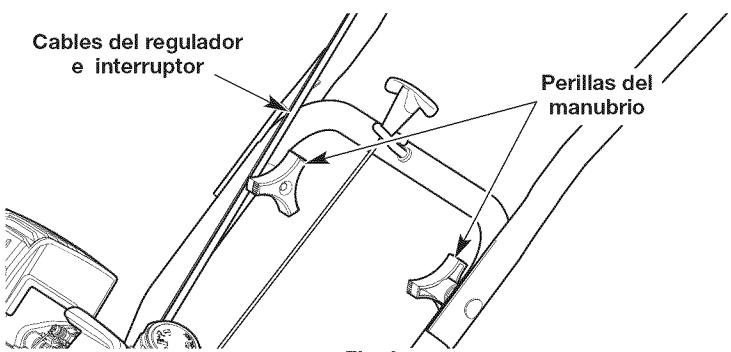

Fig. 3
1. Afloje las dos perillas del lado interior del manubrio (Fig. 3).
3. Ajuste las perillas para asegurar el manubrio en su lugar (Fig. 3).